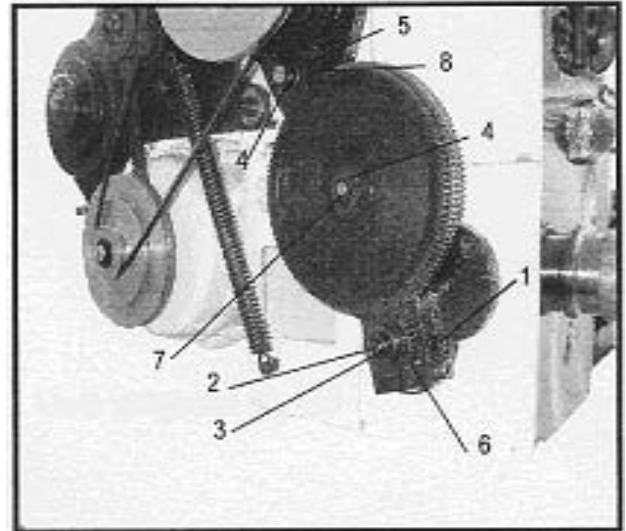

Рис. 13
-Открутите винт (1, Рис. 13)
-Снимите винт (2), шайбу (3) и сменное колесо (6)
-Открутите осевой болт (7), пока он не сможет перемещаться.
-Открутите гайки (5), снимите шайбу (4) и сменное колесо (8).